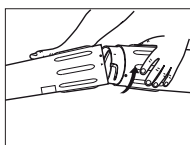

Fig. 07
4. Alinhe a seta no tubo inferior do aspirador com a seta no tubo superior. As setas devem alinhar-se de modo apropriado para instalar os tubos do aspirador corretamente [Fig. 07]. Segure firmemente o tubo inferior do aspirador com as mãos e empurre o tubo inferior para dentro do tubo superior. Gire o tubo inferior no sentido horário até que este se posicione e engate em seu lugar. O ponto no tubo inferior se alinha com o ponto no tubo superior quando estão adequadamente montados.